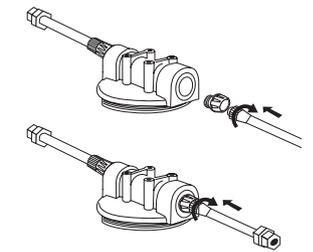

Figura 12.
6. Enrosca el conector de salida al reductor de 1/2", y éste a la tapa (ver Figura 12).